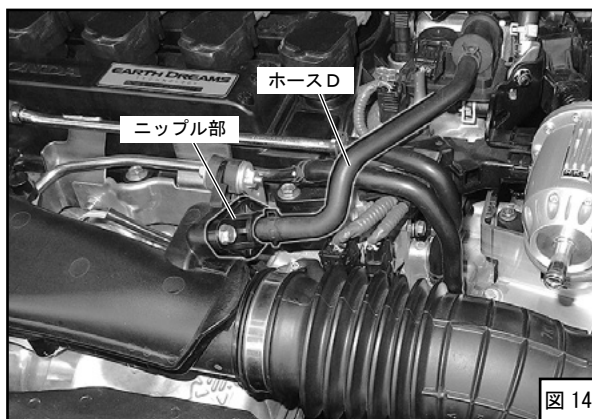

図14
- (2) インレットパイプのニップル部からホースDを抜いてください。(図14)
- (3) ボルトを外し、ニップル部を取外してください。(ボルトは再使用します) (図14、図15)